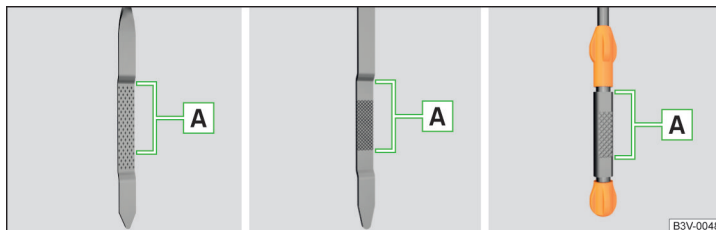

Fig. 233 Variante de joje de ulei
Nivelul de ulei trebuie să se situeze în zona  » fig. 233. Dacă nivelul de ulei este sub zona , completați ulei.
- Nivelul uleiului nu trebuie să fie în niciun caz în afara zonei **A** » fig. 233 - în caz contrar există pericolul deteriorării motorului, precum și a instalației de evacuare a gazelor arse.